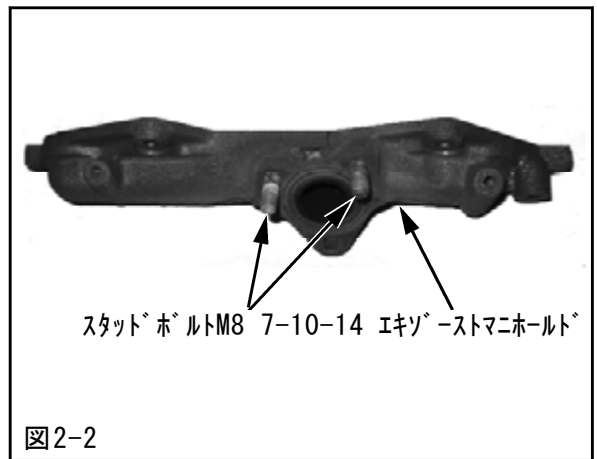

図2-2
- (1) スタッドボルトM8 7-10-14をエキゾーストマニホールドに取付けてください。(図2-2)